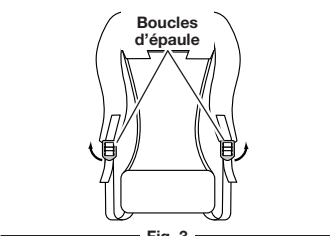

Fig. 3
- Tirez sur les languettes inférieures des boucles des sangles d'épaule pour les desserrer (Fig. 3).